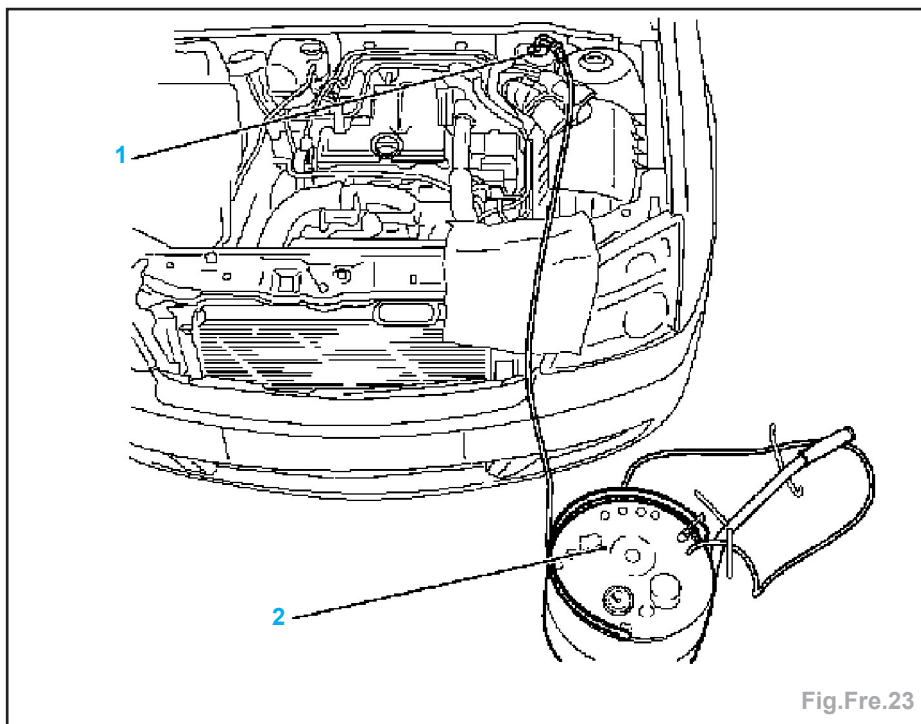

Fig.Fre.23
- Monter le purgeur (2) sur le réservoir de liquide de frein (1) (Fig.Fre.23).